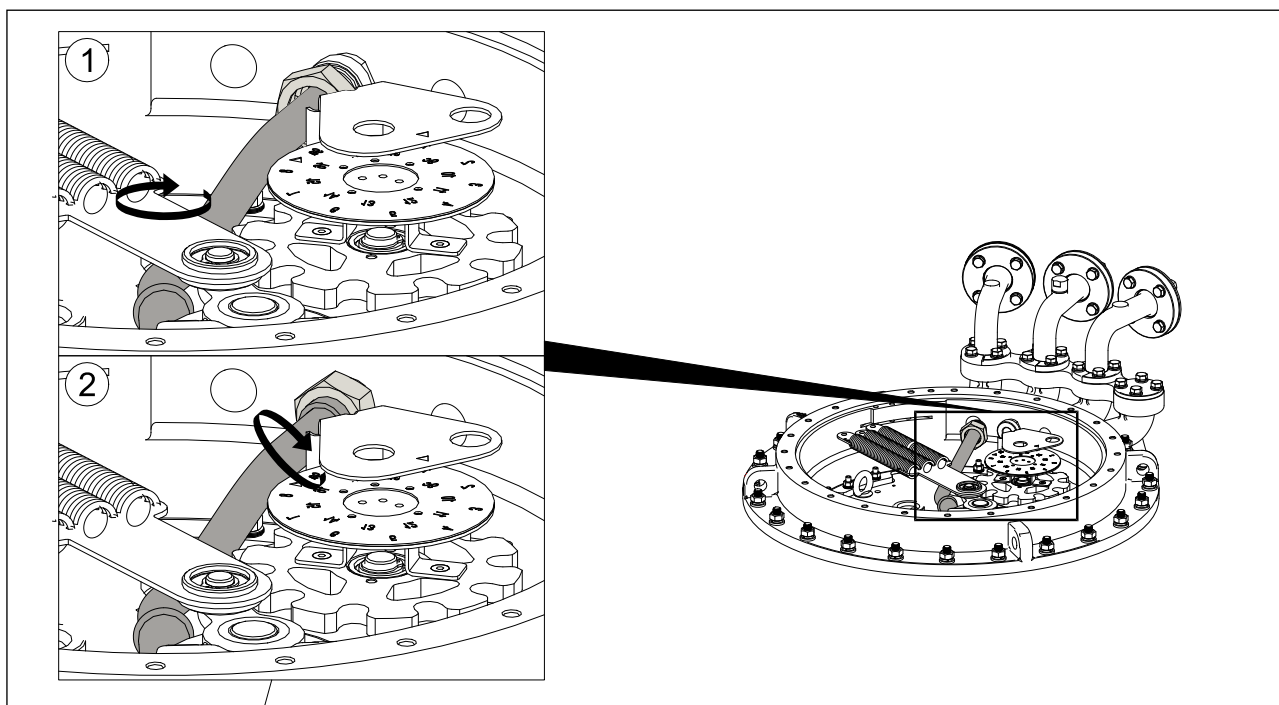

图 5-15 复装吸油管
1. 旋转吸油弯管直至安装位置，使用 38mm 开口扳手右旋旋紧管螺母。（见图 5-15）。